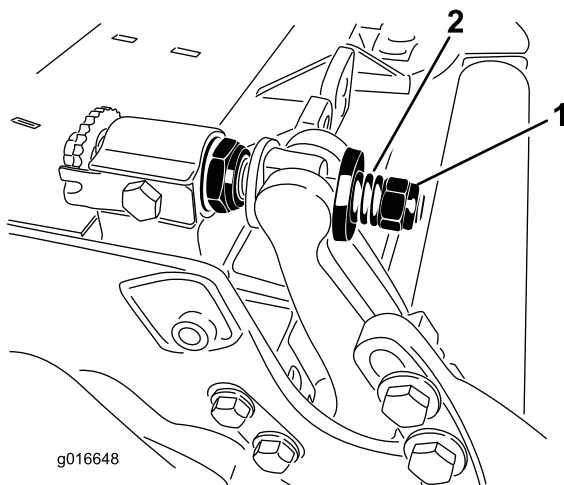

Figura 36
3. Aperte a porca da mola tensora até que a mola fique recolhida; em seguida, desaperte meia volta (Figura 36).
10. Aperte a porca em cada conjunto de ajustador da barra de apoio até que a mola de compressão esteja totalmente comprimida e, em seguida, desaperte a porca 1/2 volta (Figura 36).